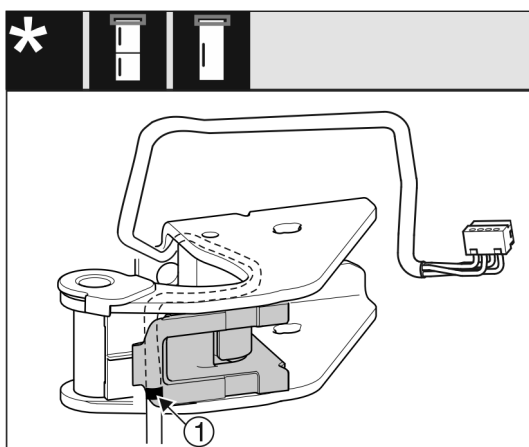

Fig. 16
- ▷ При цьому середнє маркування має знаходитися на краю тримача кабелю Fig. 16 (1).